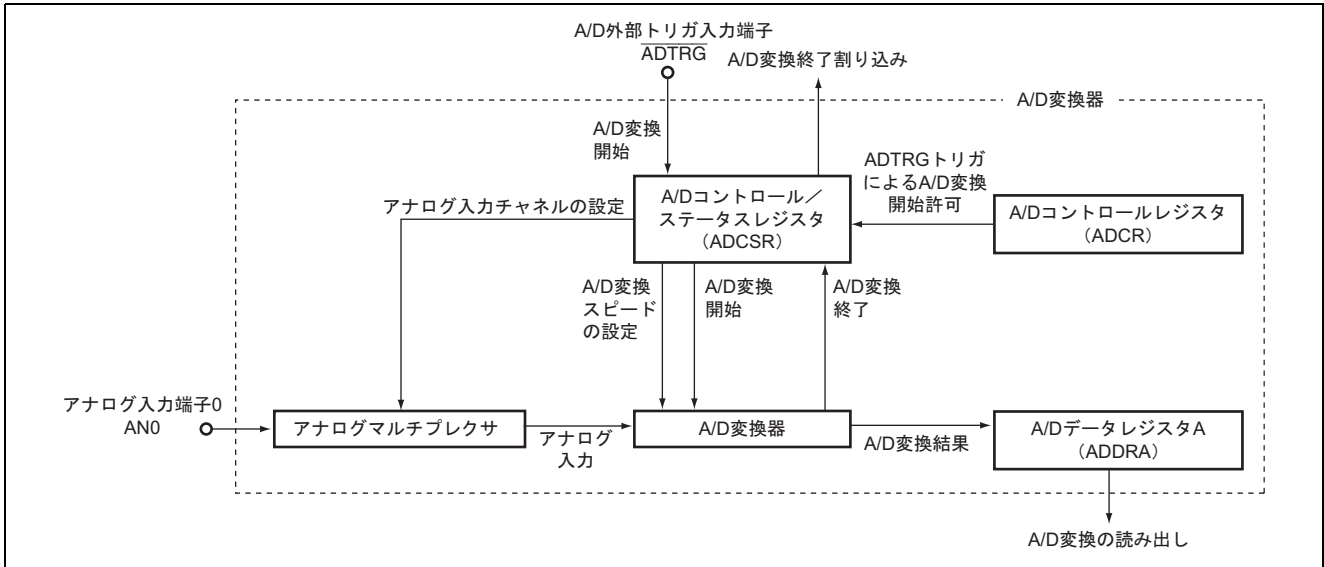

図 2.1 A/D 変換器のブロック図
1. 本タスク例では、A/D 変換器を使用して、1 チャンネルの電圧を測定します。A/D 変換器のブロック図を図 2.1 に示します。以下に A/D 変換器のブロック図について説明します。